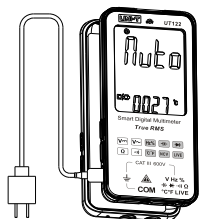

图4
## 十. 保养和维护(见图4)
- 3. 锂电池充电 (见图4)